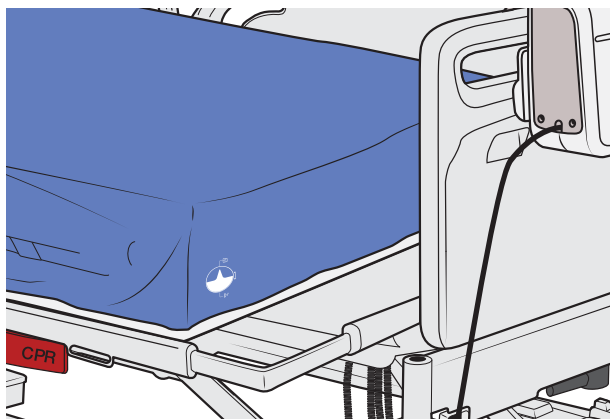

Figura 34
11. Asegúrese de que las válvulas de los almohadones estén colocadas en la parte extendida de cualquiera de los lados de la cama (solo para el colchón Auralis Plus). Véase la figura 34.